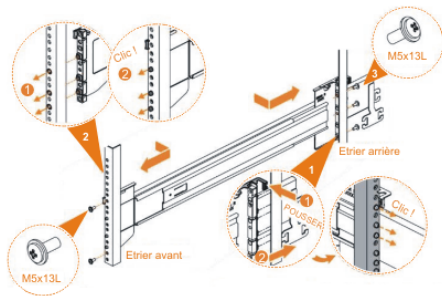

Figure 58. Installation de la glissière sur le châssis de l'armoire
6. Utilisez les vis M5 pour installer l'élément externe de la glissière et le support sur l'armoire, comme indiqué dans la Figure 58, à la page 58.